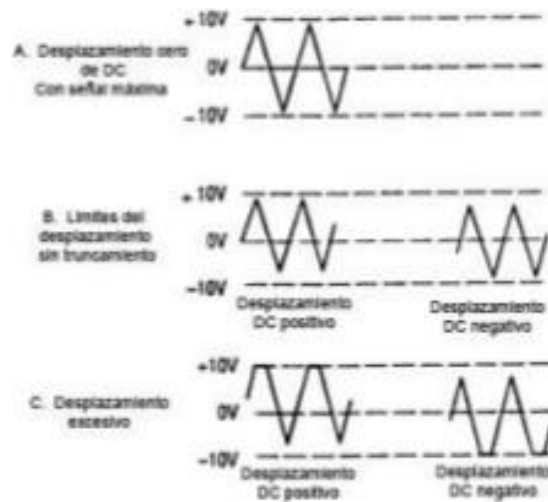

**Figura 2. Formas de onda de salida y relación de fase.**
1. Inicialmente, verifique los switches **DUTY CYCLE** (14), **CMOS LEVEL** (13), **DC OFFSET** (12), y **-20dB** (11) estén desactivados. Esto producirá una onda simétrica no afectada por el generador de barrido y otros controles.
2. Enchufe la unidad en una fuente de energía apropiada y enciéndalo oprimiendo el switch **POWER** (1)
3. Seleccione la onda de forma deseada (**SINE**, **SQUARE**, **TRIANGLE**) oprimiendo uno de los switches de **FUNCTION** (3). Sus relaciones de fase se muestran en la figura 2.
4. Seleccione la frecuencia de la onda de forma oprimiendo uno de los switches **RANGE** (2).
5. Gire el control **FREQUENCY** (15) para fijar la frecuencia de salida rápidamente al valor deseado. La frecuencia seleccionada estará disponible en el jack **OUTPUT** (6). Además, una señal digital estará presente en el jack **TTL/MOS** (7) (Refiérase a la señal **TTL/CMOS OUTPUT** de este manual).
6. Ajuste la amplitud de la salida como desee usando el control **OUTPUT LEVEL** (4) (Nivel de salida) La rotación de este control varía la amplitud desde el máximo hasta 20dB debajo del máximo. Una atenuación adicional de -20dB está disponible oprimiendo el -20dB switch (11).